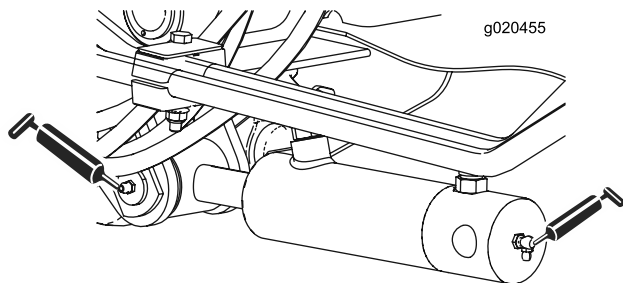

Figure 39
- 2 (de chaque côté) bagues de vérin de bras de levage (Figure 39)